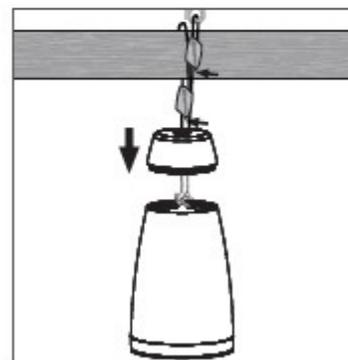

FIGURE 9: SCREW ON COVER
6. Вторично отрегулируйте высоту и обрежьте ненужные концы кабеля при помощи триммера. Прикрутите крышку динамика к его корпусу (см. рисунок 9).